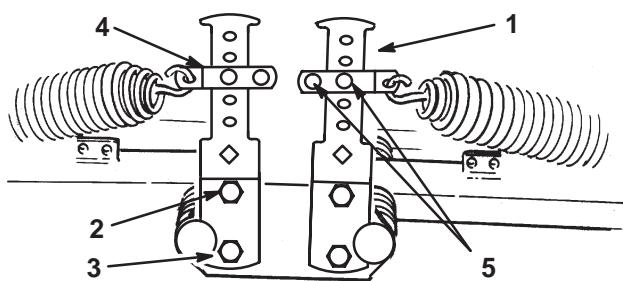

Bild 13
- Befestigen Sie das andere Ende der Feder mit der Federkette, dem Lastösenbolzen und dem Splint am entsprechenden Loch (siehe unten) an den vorderen und hinteren Gegengewichtarmen (Bild 13 & 14).
4. Befestigen Sie das untere Ende des Gegengewichtarms mit der vorher abgenommenen Kopfschraube und Mutter am Chassis. Ziehen Sie die obere Kopfschraube fest (Bild 13).